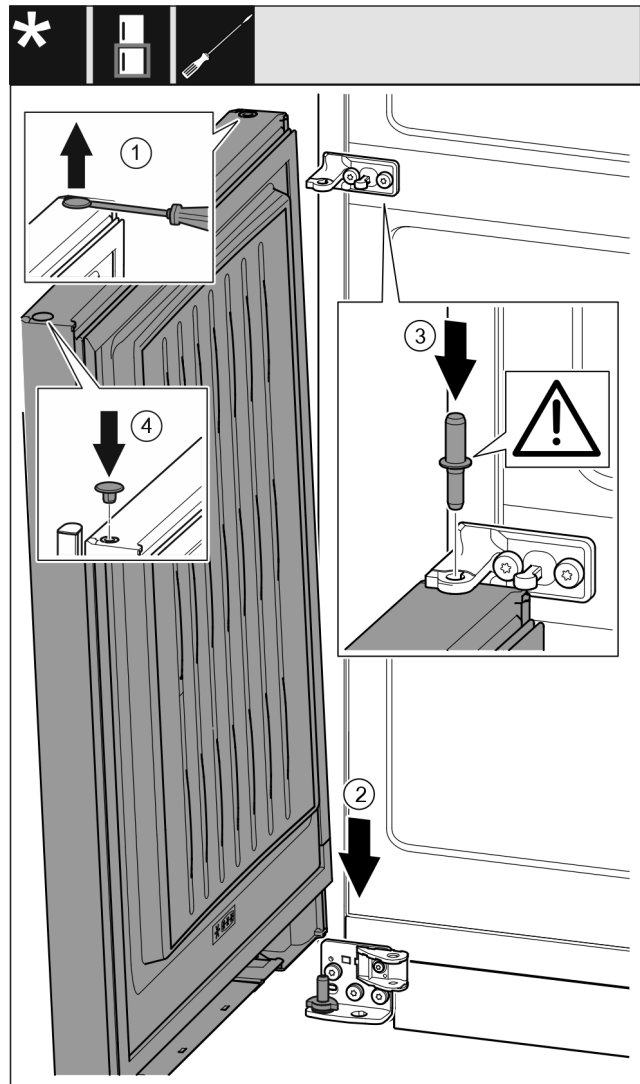

Fig. 57
- Stopfen Fig. 57 (1) vorsichtig mit einem Schlitzschraubendreher anheben und herausziehen.
- Tür Fig. 57 (2) von oben auf den unteren Lagerbolzen aufsetzen.
- Lagerbolzen Mitte Fig. 57 (3) durch Lagerbock Mitte in die untere Tür einsetzen. Dabei darauf achten, dass der Rastnocken nach hinten zeigt.
- Stopfen Fig. 57 (4) auf der anderen Türseite wieder einsetzen.